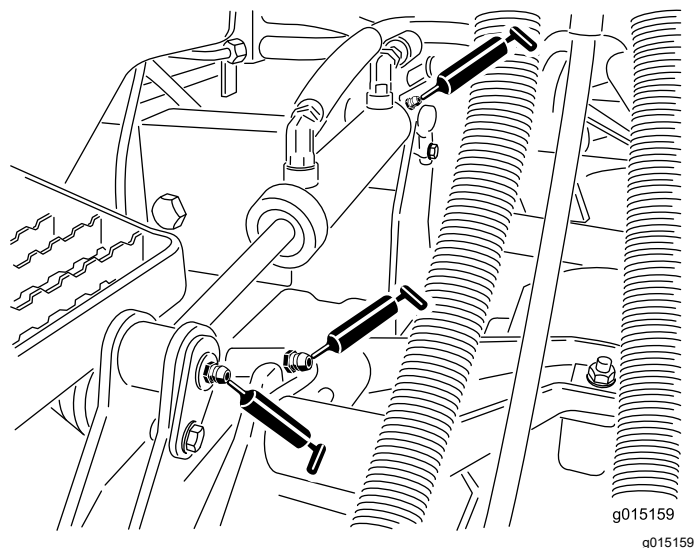

図 67
- 昇降アームのブッシュカuttingユニット 1 台に 1ヶ所 図 67
- 昇降シリンダのブッシュカuttingユニット 1 台に 2ヶ所 図 67